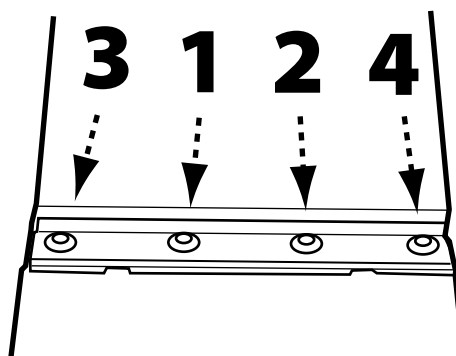

FIGURE 20
7. Installez la lame neuve ou réaiguisée et la barre de serrage dans le porte-outil. Serrez légèrement chacune des vis de serrage, en veillant à suivre la séquence représentée dans la Figure 20.